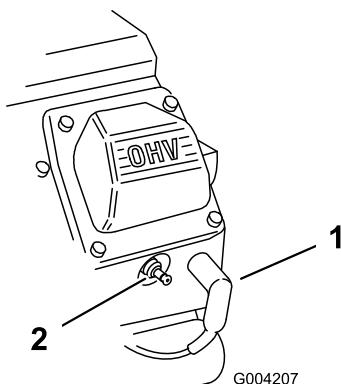

Figure 34
3. Rebranchez les bougies (Figure 34).